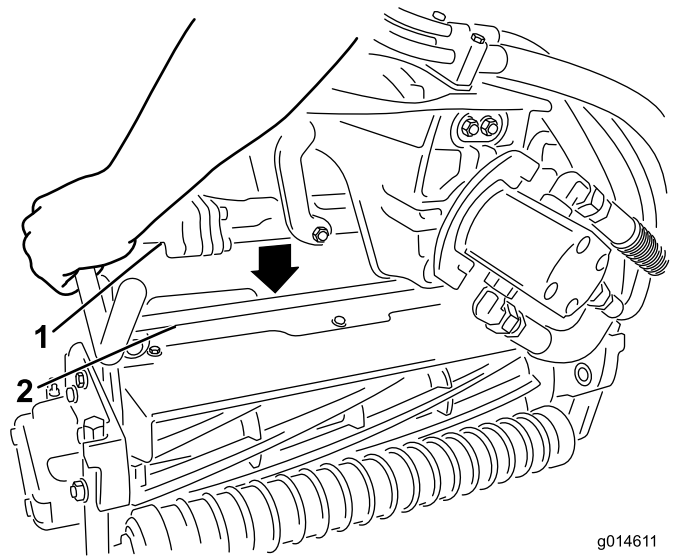
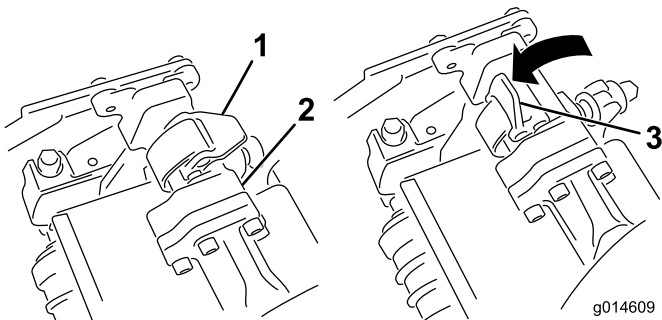

Figura 13
Figura 12
5. Con los enganches del brazo de suspensión orientados hacia arriba (es decir, abiertos) (Figura 12), empuje hacia abajo el brazo de suspensión de modo que la barra encaje en la barra situada en la parte superior de la unidad de corte (Figura 13).
6. Presione los enganches hacia abajo alrededor de la barra de la unidad de corte y bloquéelos (Figura 12).